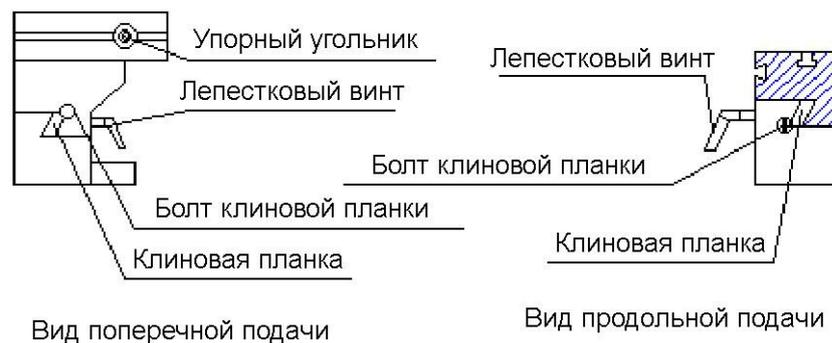

Рис. 3
10.7 КРЕПЛЕНИЕ ЗАЖИМАМИ, ОСНОВАНИЕ СТОЛА И ОСНОВАНИЕ СТАНКА (см. Рис. 3)